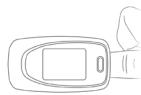

Figura 5. Coloque o dedo na posição
- O dedo deve ser colocado corretamente (veja a figura 5 em anexo), uma vez que uma instalação imprópria ou uma posição de contacto inapropriada do sensor influenciará a medição.
5.2 Abra o clipe conforme o mostrado na Figura 5.